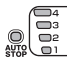

Fig. 17
- (2) Interruptor selector del modo de parada automática (Fig. 17)